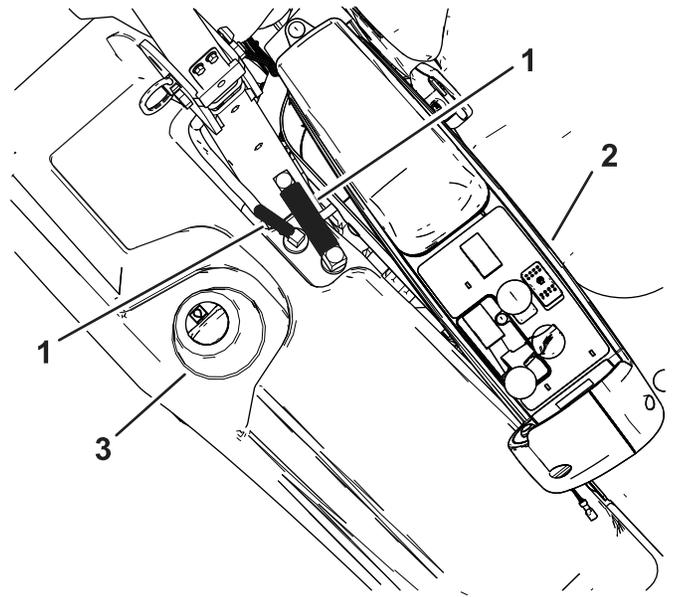

Figura 2
1. Retire las mangueras de ventilación indicadas en la Figura 2.